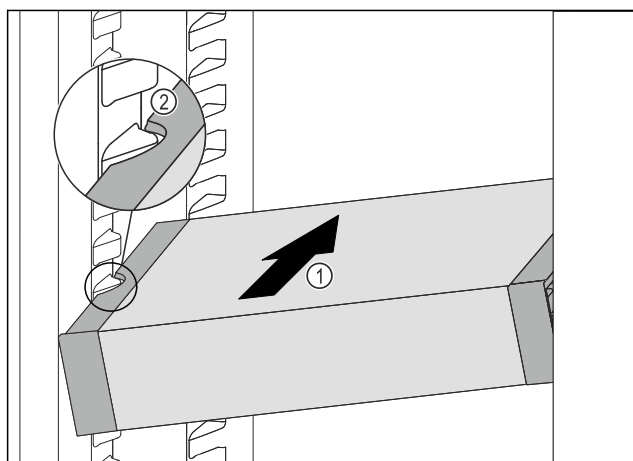

Fig. 73
- ▶ VarioSafe skjuts in snett i kyldelen Fig. 73 (1), tills sidofördjupningarna Fig. 73 (2) hos VarioSafe är i samma nivå som behållarlisterna i kyldelen.